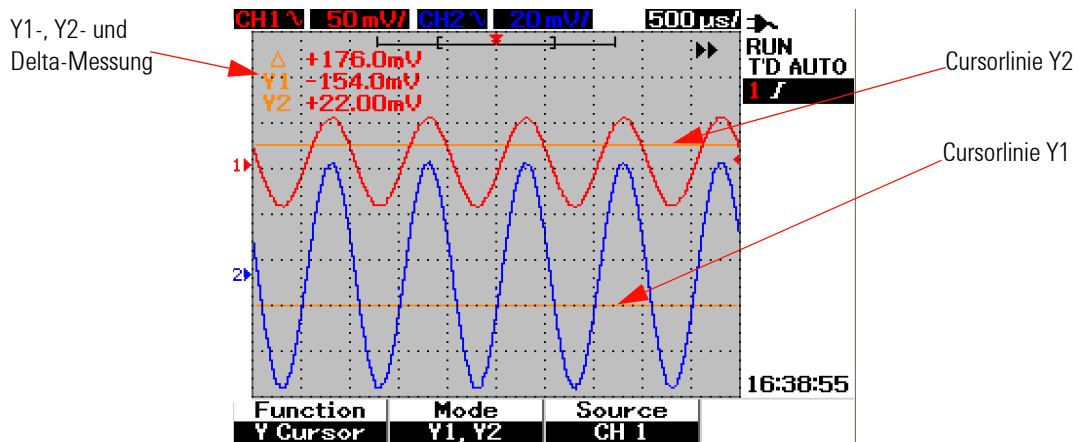

Abbildung 3-34 Y-Cursormessung für das Signal von Kanal 1 mit den Cursorlinien Y1 und Y2
- 4 In Abbildung 3-34 sind zwei Cursorlinien, Y1- und Y2-Modus, für die Messung des Signals auf Kanal 1 ausgewählt.